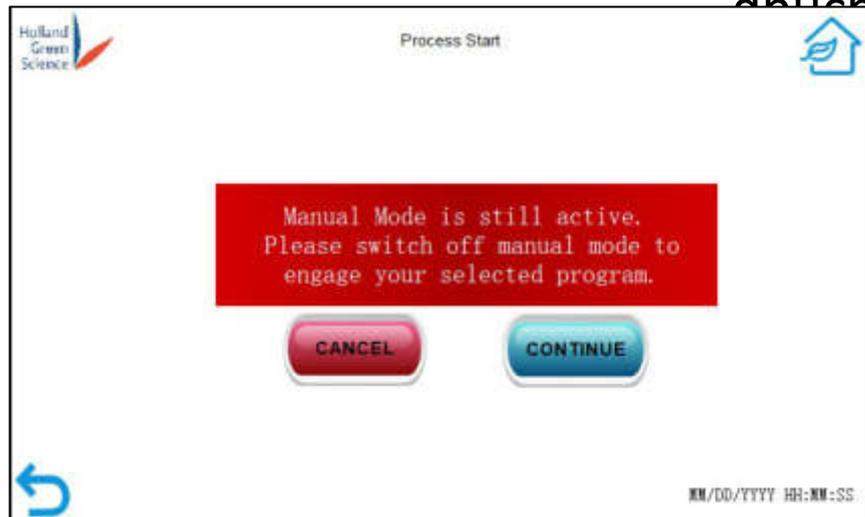

Abbildung 20
- Klicken Sie auf "BESTÄTIGEN", wenn Sie die Eingabe der Parameter abgeschlossen haben, um die Seite "Prozessstart" aufzurufen (Abbildung 20). Beachten Sie, dass beim Aufrufen des Programmmodus der manuelle Steuerungsmodus deaktiviert wird und alle im manuellen Steuerungsmodus eingestellten Parameter zurückgesetzt werden.